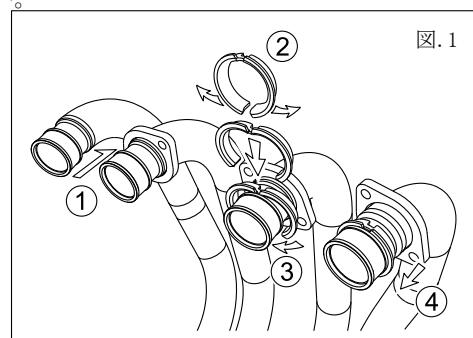

図. 1
- ① 図1. を参考にフロントパイプ（部品表①～④）へEX. フランジ（部品表⑨）、ジョイントカラー 3 8（部品表⑩）の順に部品を取り付けます。